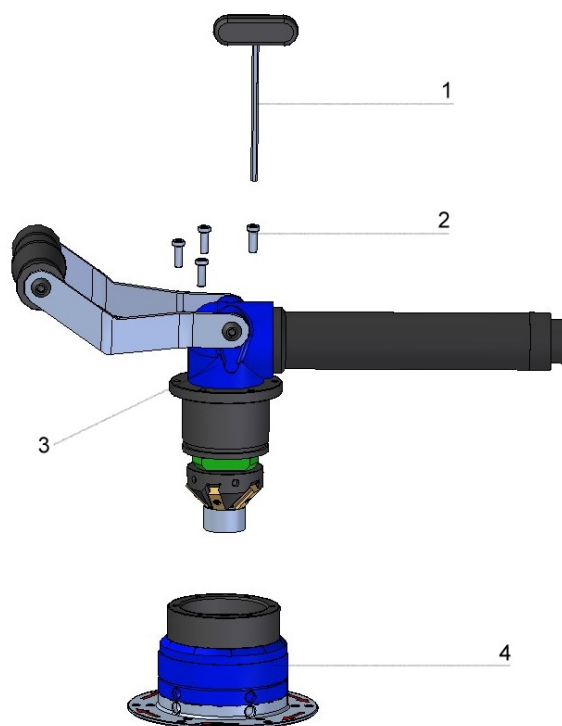

Bild 19.1
Zylinderschrauben Bild 19.1 Pos.(2) nur handfest anziehen, um Schäden an den Gewinden zu vermeiden.